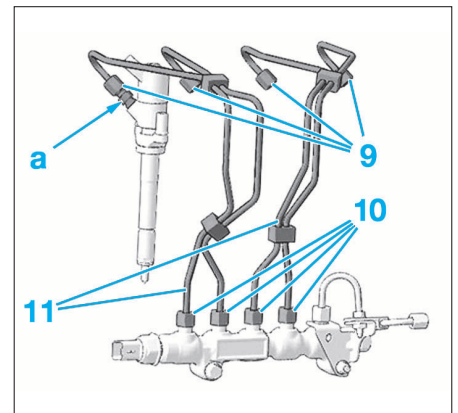

FIG. 61
- Desserrer les raccords (9) tout en appliquant un contre couple en (a). (Fig.61).
Ce paragraphe décrit l'extraction du joint (14) (Fig.61), dans le cas où celui-ci soit difficile à extraire.